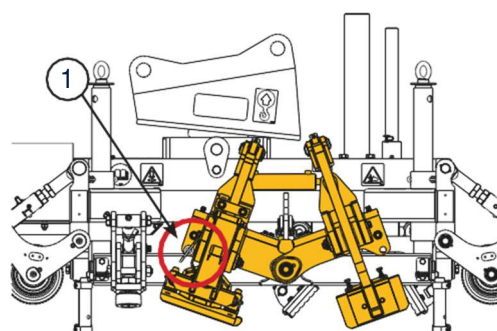

Fig 23. Passez à la page clippage
3. Sur la machine, retirez la goupille de verrouillage Pos 1, Fig 23 et insérez-la dans le trou correspondant côté déclippage. Effectuez cette opération des deux côtés de la machine.